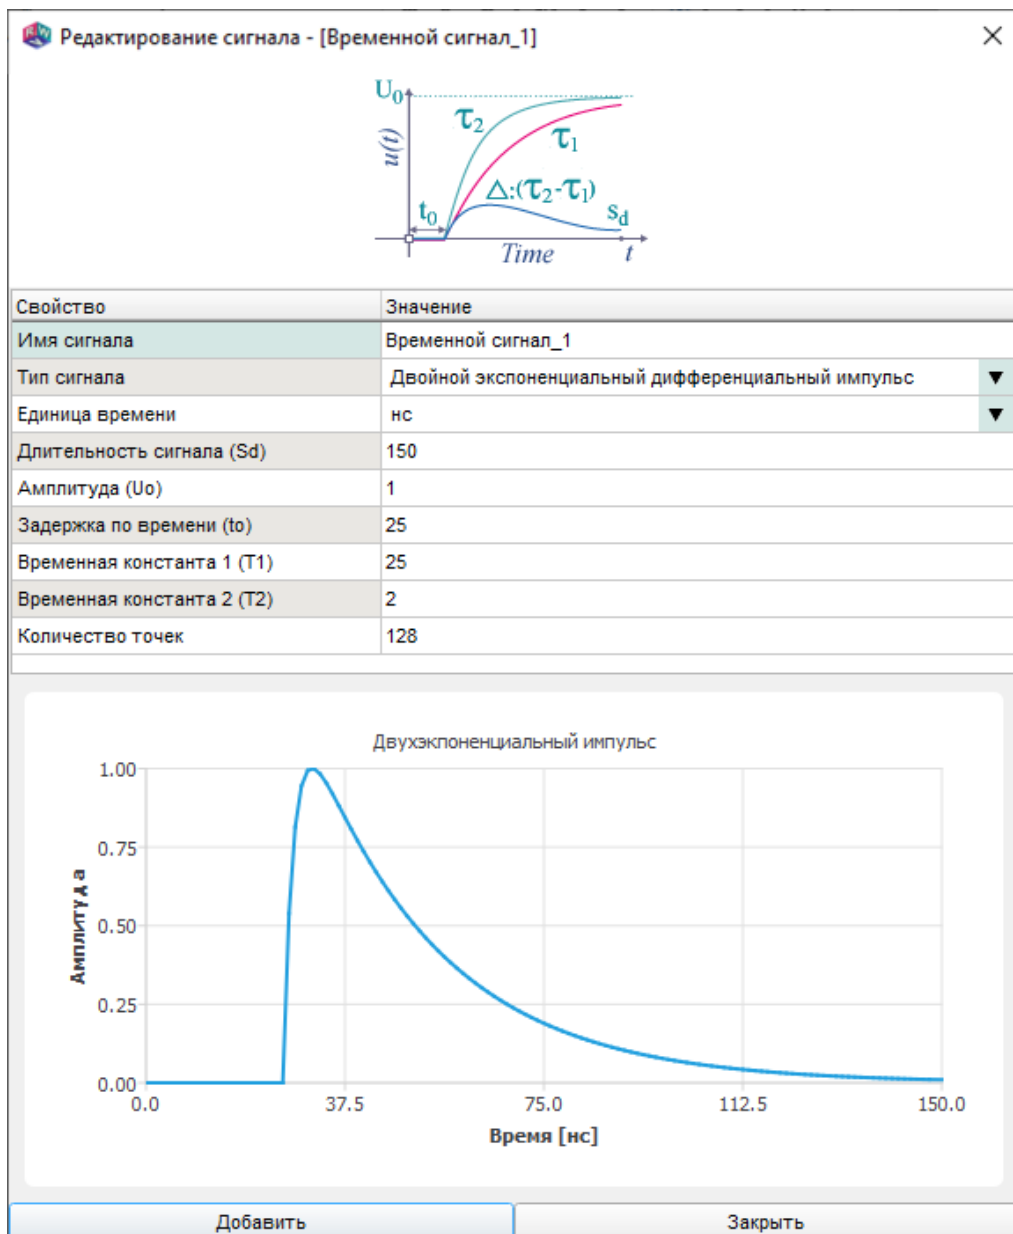

Рис. 258
18.13.9.1. Окно «Редактирование сигнала» выводится по двойному щелчку на именовании временного сигнала в окне «Проекты» (п. 18.13.3) и предназначено для редактирования его параметров. Окно показано на рис. 258.